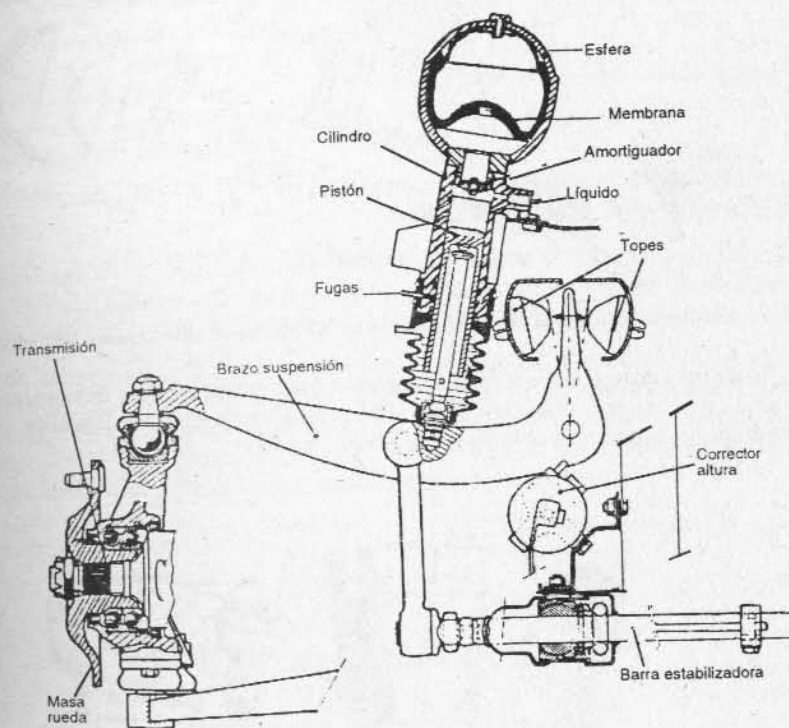

Fig. 1-18.— Disposición de los elementos que componen la suspensión delantera.
14. Suspensión hidroneumática GS y CX.— Los modelos GS y CX están equipados con la suspensión hidroneumática Citroën. Cada brazo de rueda está provisto de una esfera neumática y de un cilindro-pistón hidráulico, que mantienen suspendido el automóvil con eficiencia y suavidad, mediante la acción del gas y del líquido, ambos a presión. El gas constituye el elemento elástico de la suspensión, y el líquido realiza la conexión entre los brazos de cada rueda y el gas (Fig. 1-18).